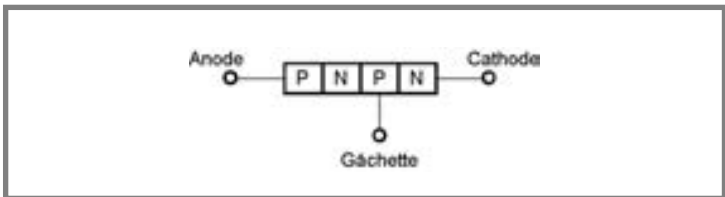

Figure 6.1 - Constitution de principe d'un thyristor.
Le thyristor est formé d'un matériau semi-conducteur sur lequel on a créé trois jonctions : il y a ainsi deux zones N et deux zones P (figure 6.1). Trois bornes sont accessibles : l'anode (A), la cathode (K) et la gâchette (G).